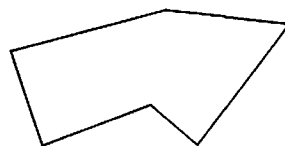

图3
举例说明, 用图解法计算图3所示零件的周长、面积。
1) 输入面域(Region)命令, 按提示框选择整个图3后回车, 创建面域。
2) 输入列表(List)命令, 按提示框选整个图3后回车, 则图3不规则零件的周长、面积清单即自动以文本框形式弹出到屏幕上, 如下所示。